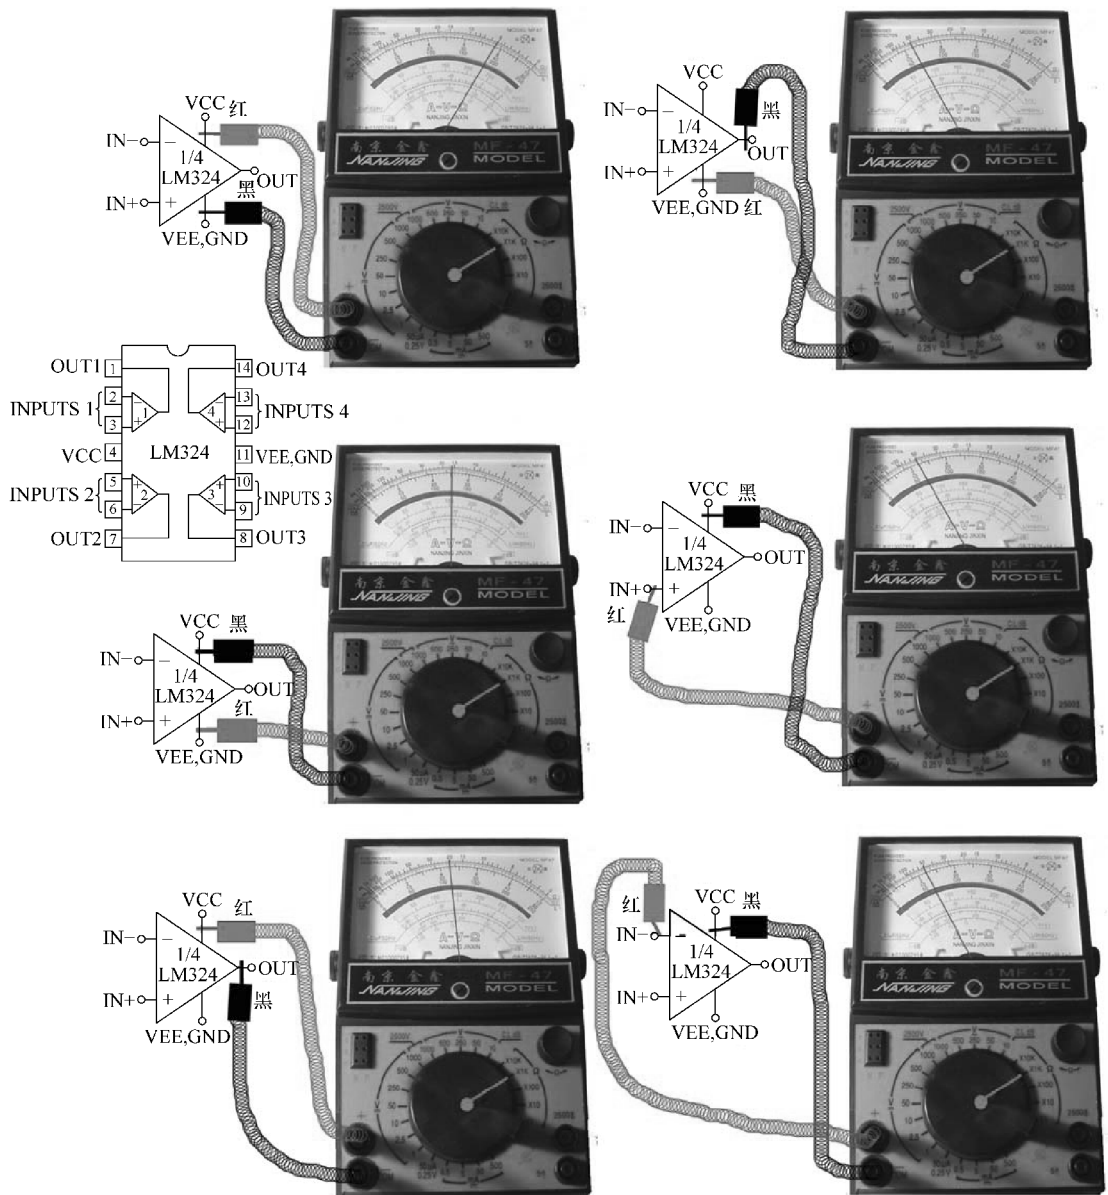

图 4-112 检测运算放大器电阻值
1) 电阻值检测。将万用表置于“ $R \times 1k$ ”挡分别检测各运算放大器引脚的电阻值，若测各对应引脚之间的电阻值与正常值相差不大，则说明该运算放大器是好的。图 4-112（以 LM324 为例）所示为运算放大器的电阻值的检测方法及所测正常值。